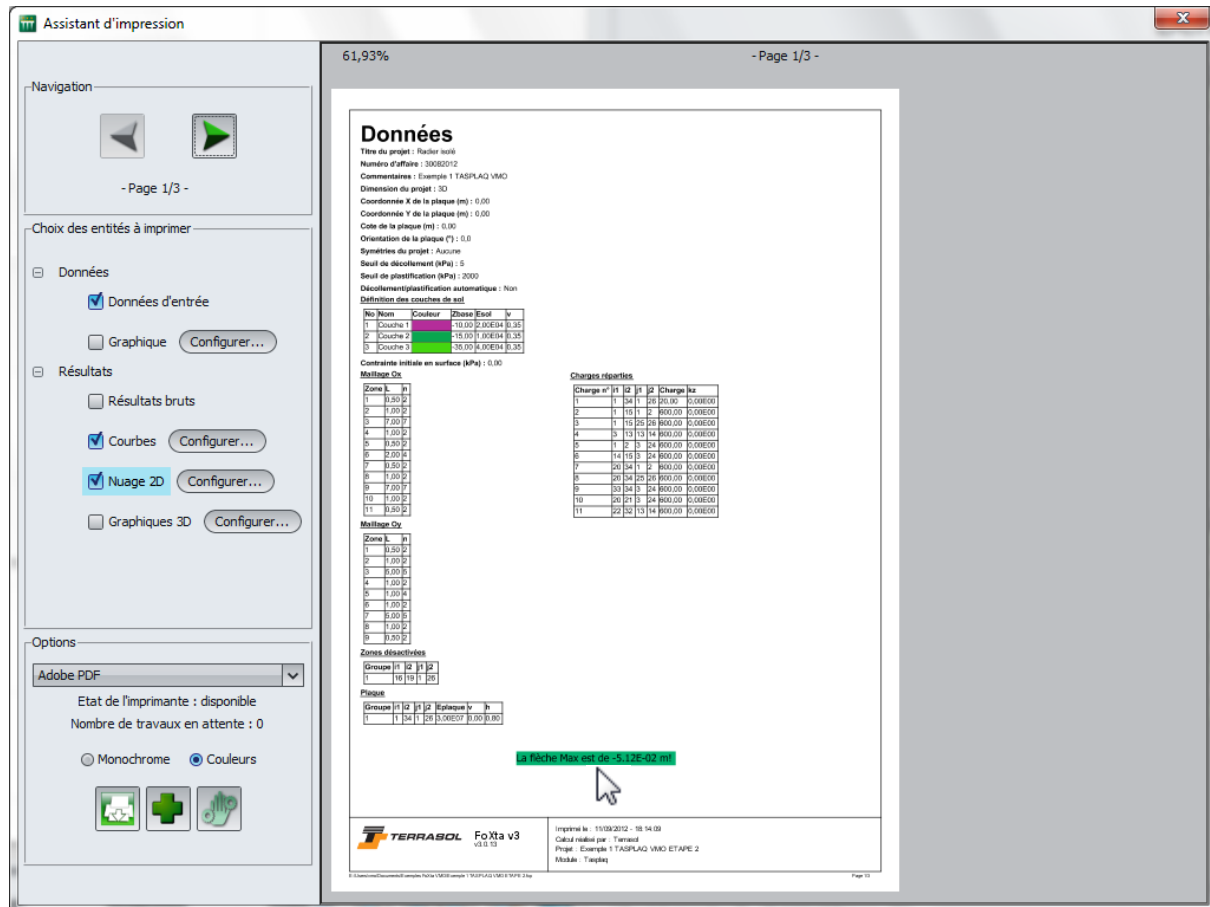

Figure C.59 : Assistant d'impression
- **Navigation** : permet à l'aide des flèches gauche et droite de naviguer d'une page à l'autre. Sous ces flèches de navigation est précisé le compteur de page avec le positionnement de la page courante (par exemple '- Page 1/4 -' ; cf Figure C.59) ;
modifie le dernier commentaire sélectionné sur l'aperçu (en surbrillance vert foncé sur l'aperçu ; cf Figure C.59).